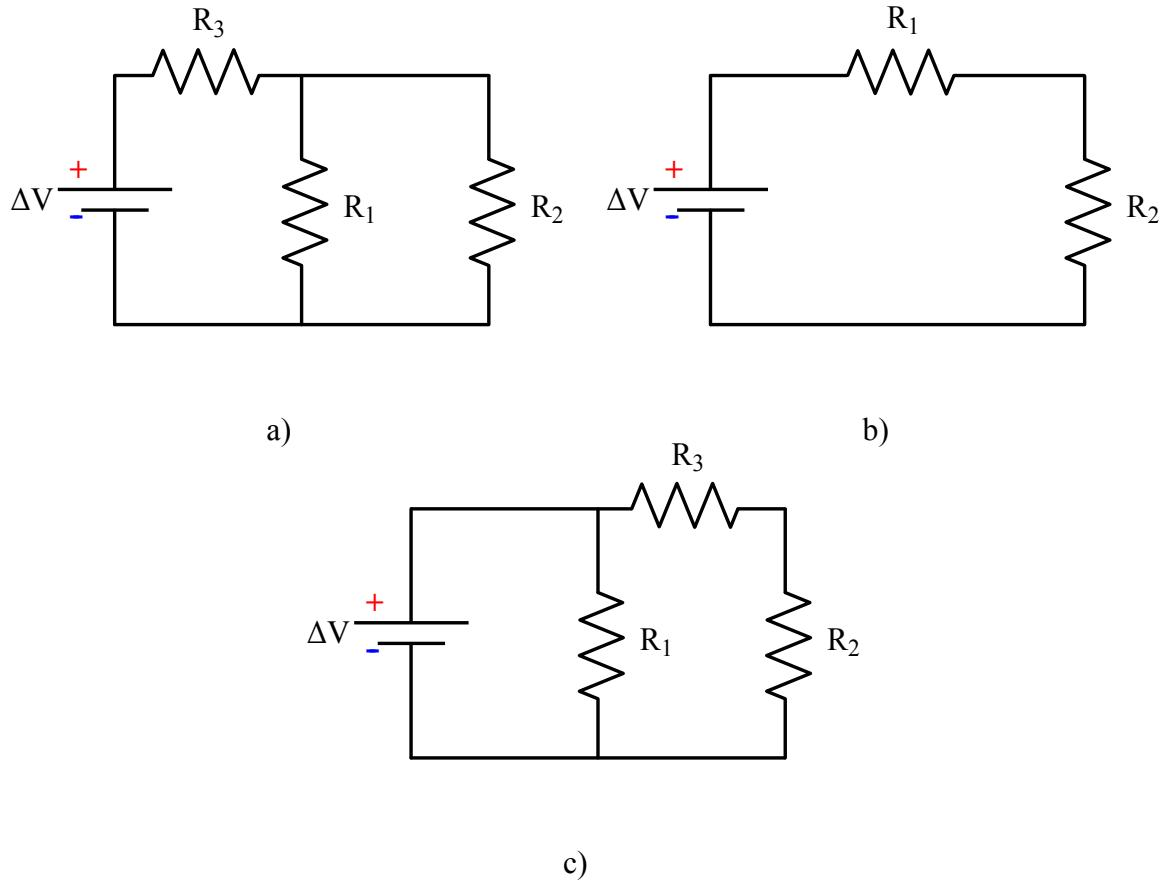

Figura O.1.: Diagramas de circuito.
5. Realice cuatro (4) ejemplos de la caracterización de una resistencia por el código de colores.
8. En la Figura O.1 se muestran tres circuitos resistivos. Dibuje una protoboard con el montaje equivalente.
la posición que debe tener en cada uno de los circuitos de la Figura O.1 si desea medir el voltaje en R_1 .
10. ¿En qué posición se debe colocar un amperímetro para medir la corriente que pasa a través de una resistencia? ¿un amperímetro tiene un resistencia grande o pequeña? ¿por qué? Dibuje la posición que debe tener en cada uno de los circuitos de la Figura O.1 si desea medir la corriente en R_1 .